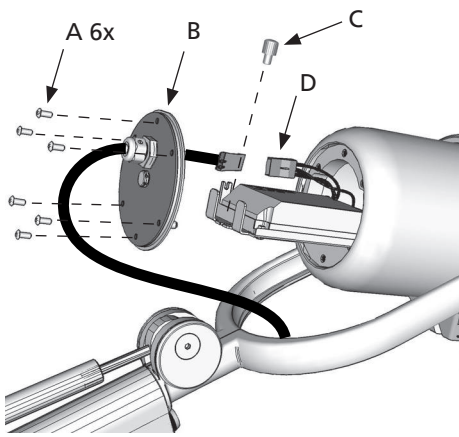

Fig. 15
Svitare le viti A con la chiave a brugola n° 3 e rimuovere il fondello B. Svitare il perno C e sganciare il connettore D (fig. 15).
Desserrer les vis A à l'aide de la clé Allen n° 3 et retirer le culot B. Desserrer le pivot C et décrocher le connecteur D (fig. 15).
Loosen the screws (A) using the Allen wrench 3 and remove the bottom part (B). Loosen the pin (C) and release connector D (fig. 15).
Die Schrauben A mit dem 3er Inbusschlüssel aufschrauben und den Boden B entfernen. Den Bolzen C aufschrauben und den Verbinder D befestigen (Abb. 15).